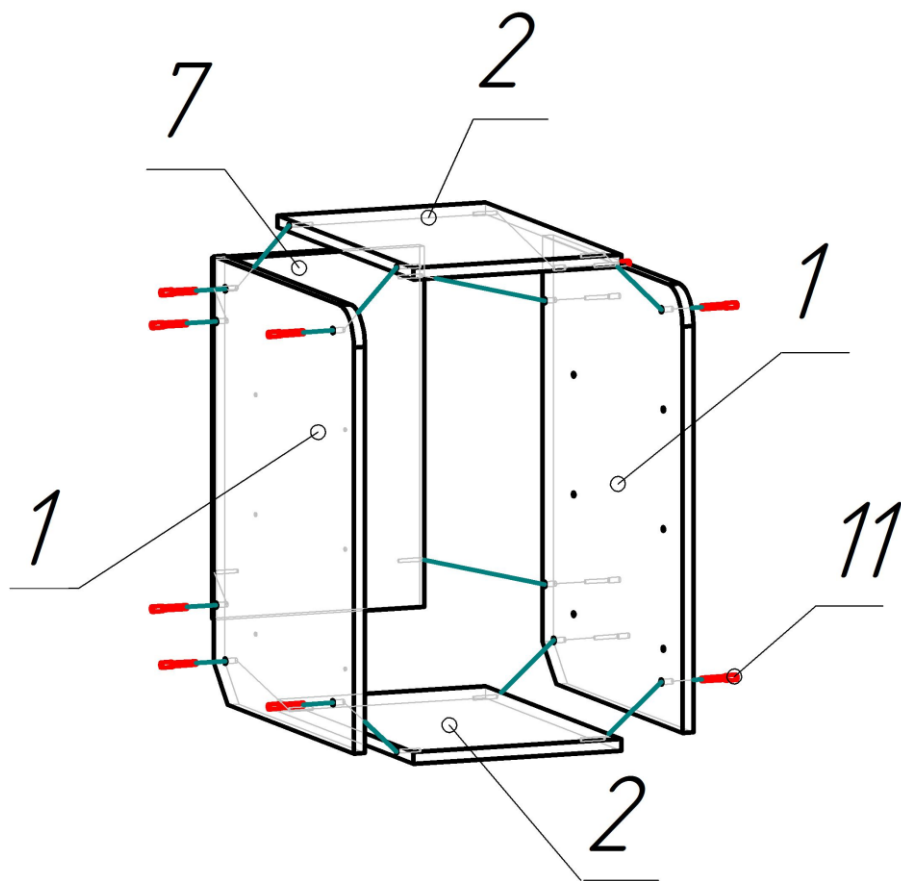

Рисунок 1 – Схема сборки тумбы
- 1) Перед началом сборки разберите направляющие (14) на основную и ответную часть, установите необходимую фурнитуру на боковины 1. Используя шурупы (13) прикрутите основные части направляющих (14) к боковинам 1. При помощи гвоздей (8) закрепите набойки (12) на нижнем торце боковин 1.
- 2) Используя евровинты (11) соберите корпус тумбы (рисунок 1).